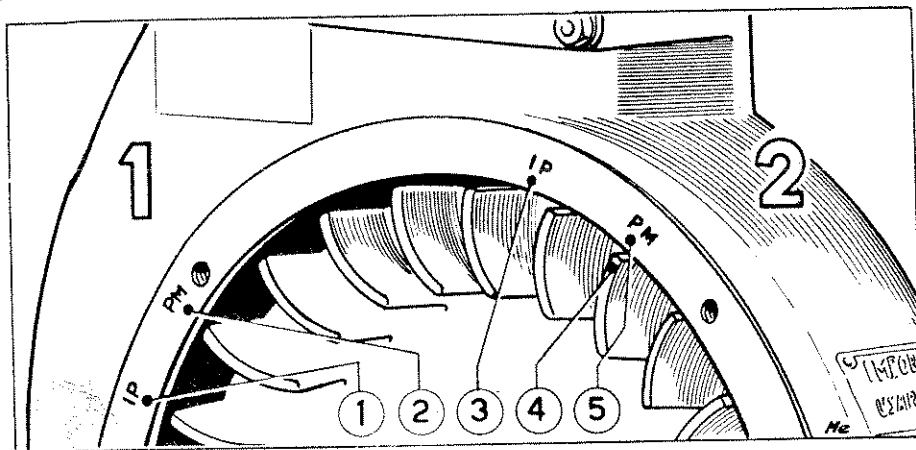
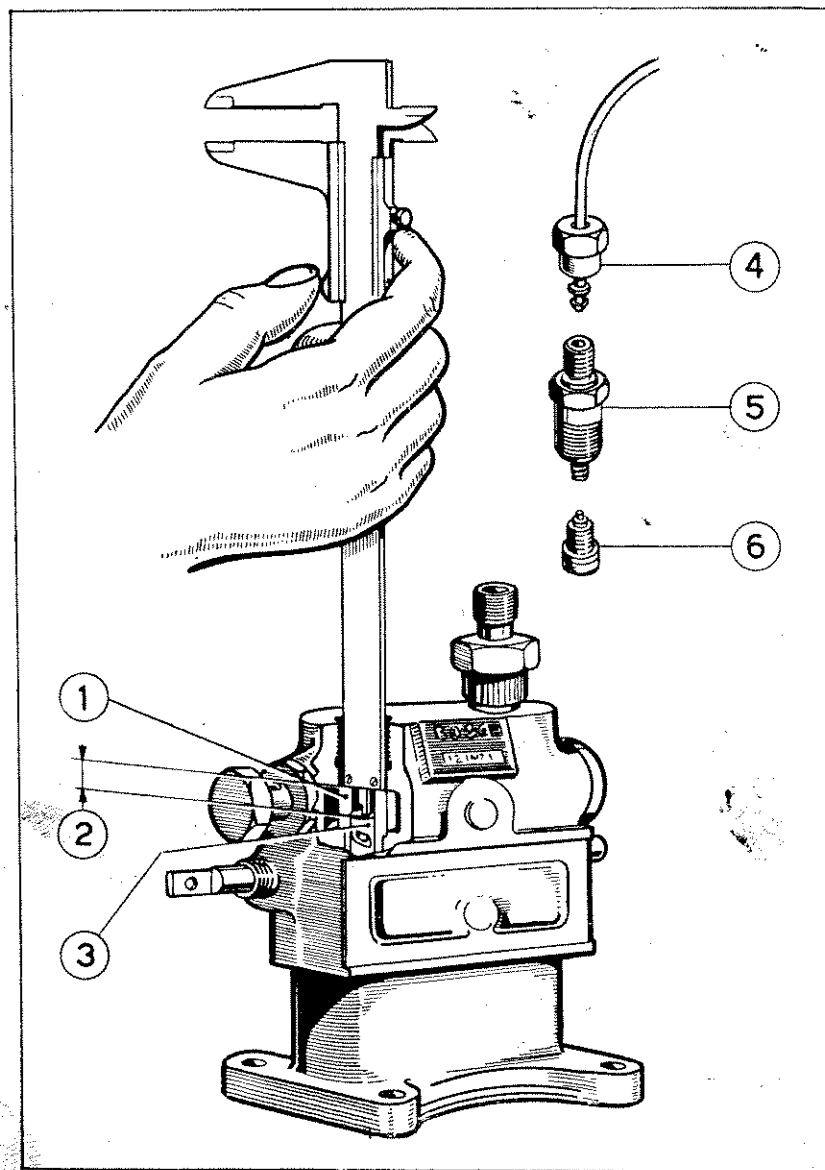

Fig. 25 - RIFERIMENTI DEL P.M.S. E DELL'INIZIO POMPATA I. P.
Fig. 26 - CONTROLLO DELLA CORSA MORTA DELLA POMPA INIEZIONE
POSIZIONE DEL PUNTO MORTO SUPERIORE (Fig. 25)
superiore del cilindretto. A tale scopo si può usare un comune calibro come indicato nella Fig. 26. Togliere il bocchettone del tubo di mandata 4), il rac-
B) Regolazione dell'anticipo iniezione — A questo scopo occorre individuare il punto d'inizio della pompata nel modo seguente: Svitare il bocchettone del tubo di mandata 4). (V. Fig. 26); il raccordo 5), estrarre la sola valvolina e riavvitare il raccordo. A rubinetto aperto il combustibile sgorgherà dal raccordo; ruotando lentamente il volano (con le leve di decompressione in posizione di avviamento), durante la fase di compressione si vedrà cessare ad un certo punto l'erogazione del combustibile. Questo punto corrisponde all'**inizio pompata** che deve aver luogo (Fig. 25) quando il punto 4) inciso su un'aletta del volano-ventilatore coincide col punto 1) sull'orlo del supporto manovella e contraddistinto dalle lettere I.P. (inizio pompata). Per dare il giusto valore all'anticipo iniezione è sufficiente aggiungere o togliere una o due guarnizioni interposte fra il supporto della pompa e il piano di appoggio al basamento.